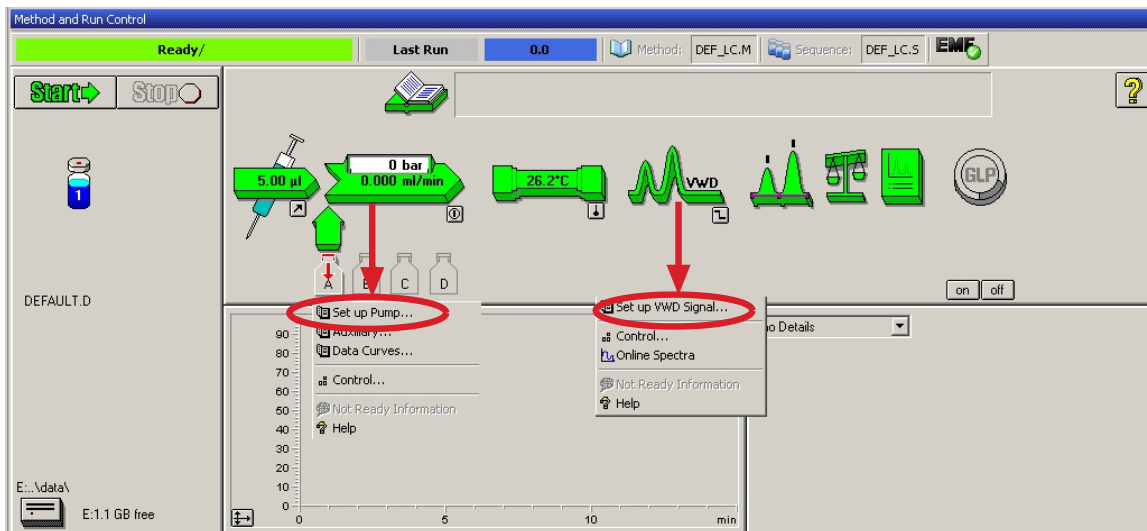
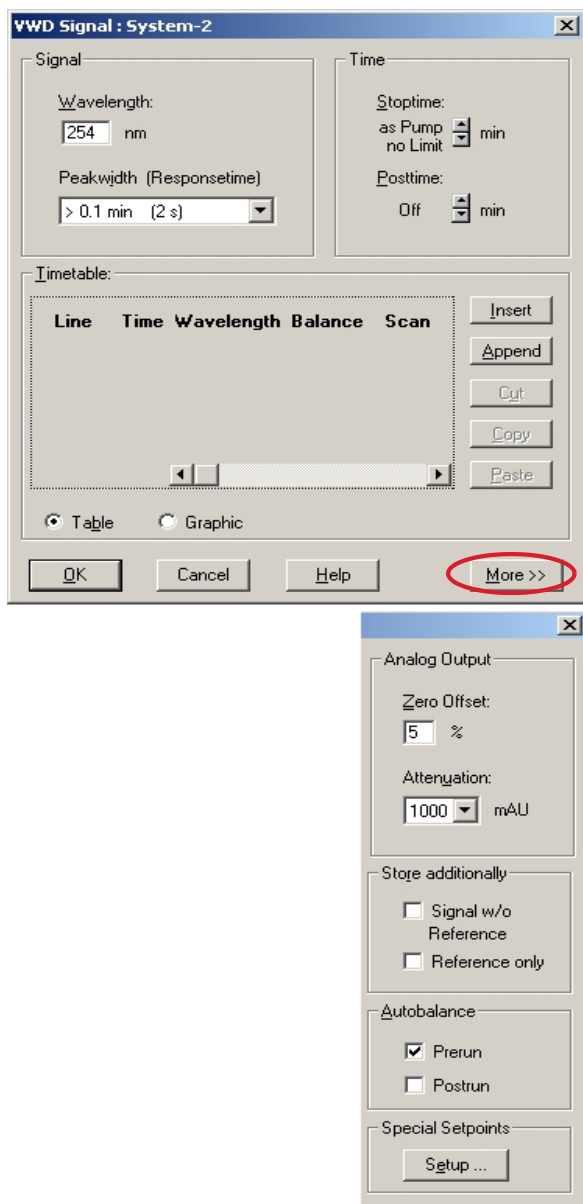

図 40 モジュールメニューを開く
図 41 検出器設定（デフォルト）
- 9 モジュールアイコン（『99 ページ 図 40』）をクリックして、これらのモジュールの［セットアップ］を開きます。『100 ページ 図 41』には検出器設定が表示されます（この時点では検出器パラメータを変更しないでください）。